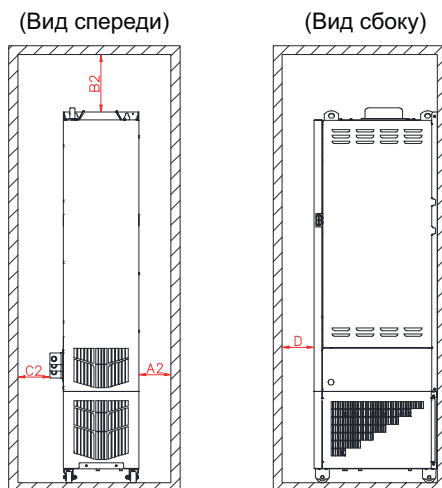

Рис. 2-4 Свободное пространство для монтажа одиночного привода переменного тока (конструкции T10 - T12)
- ◆ Предусмотреть свободное пространство для монтажа, как указано на рис. 2-4, чтобы обеспечить достаточное пространство для отвода теплоты, выделяемой преобразователем частоты. Учитывать рассеивание тепла другим оборудованием, расположенным в шкафу.